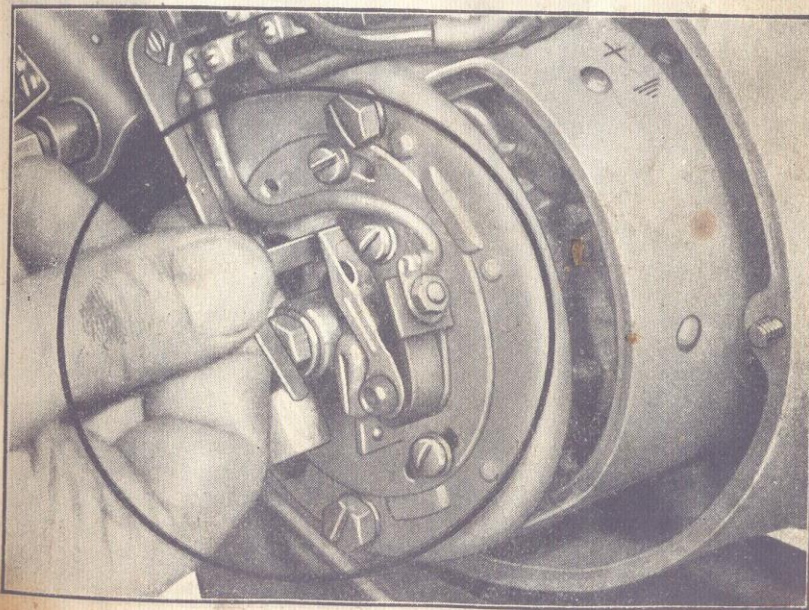

Рис. 30. Измерение разрыва прерывателя
- в) Регулируют в этом положении винтом расстояние между контактами прерывателя щупом, входящим в набор инструментов (рис. 30). Более тонкий лист щупа входит между контактами, более сильный лист не должен войти.